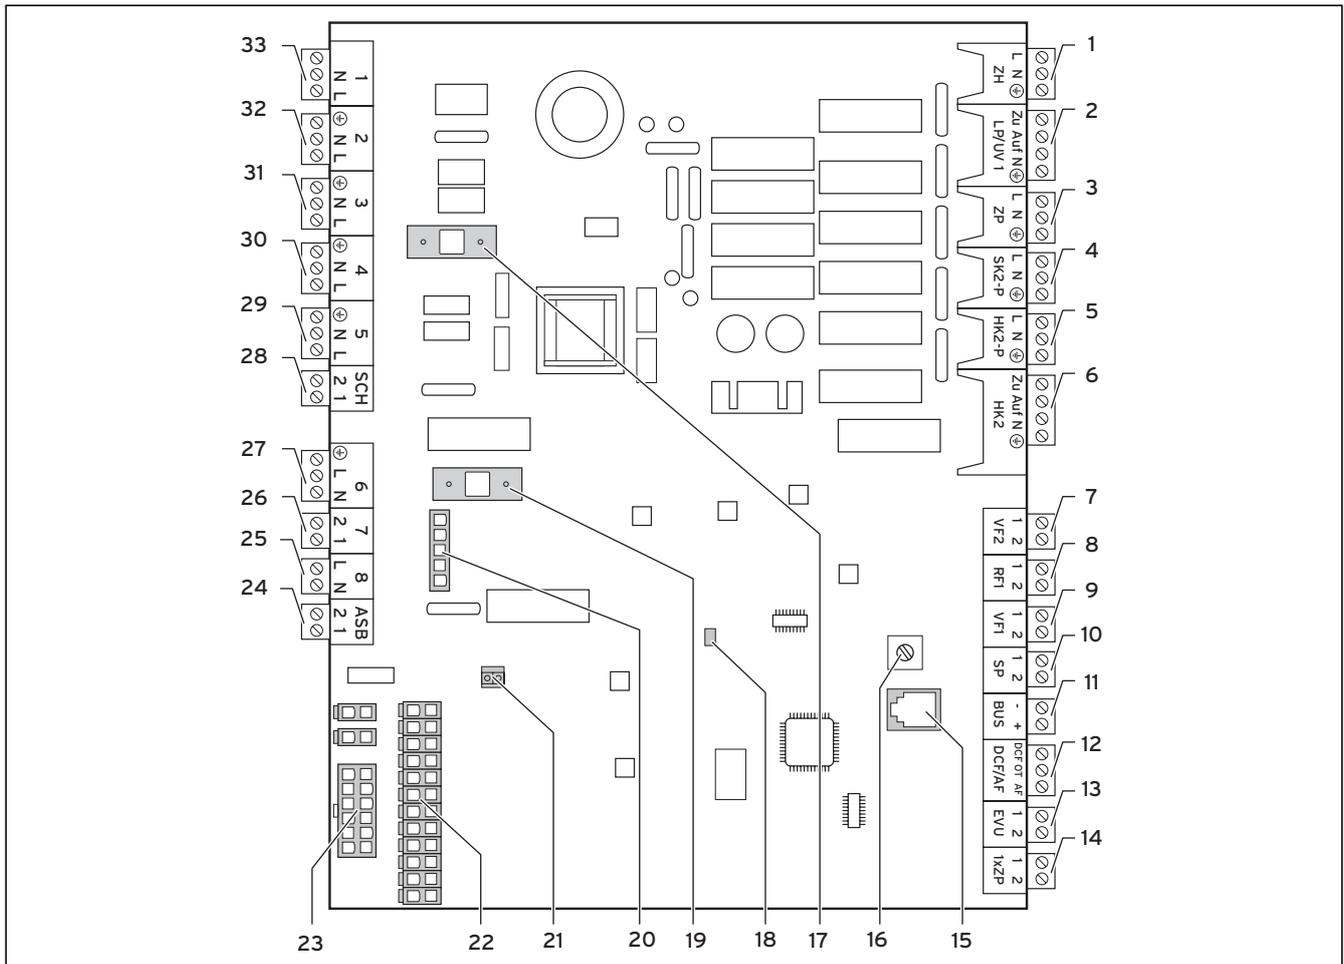

Abb. 5.6 Reglerplatine
Legende zu Abb. 5.6
Über die Anschlussklemme „SK2-P“ (siehe Abb. 5.6, Pos. 4) können Sie Absperrventile zu Heizkreisen ansteuern, die vom Kühlbetrieb ausgenommen werden sollen (z. B. Bad).
- Anschluss jeweils an eBUS-Klemme (Abb. 5.6 Pos. 11), parallel geschaltet.